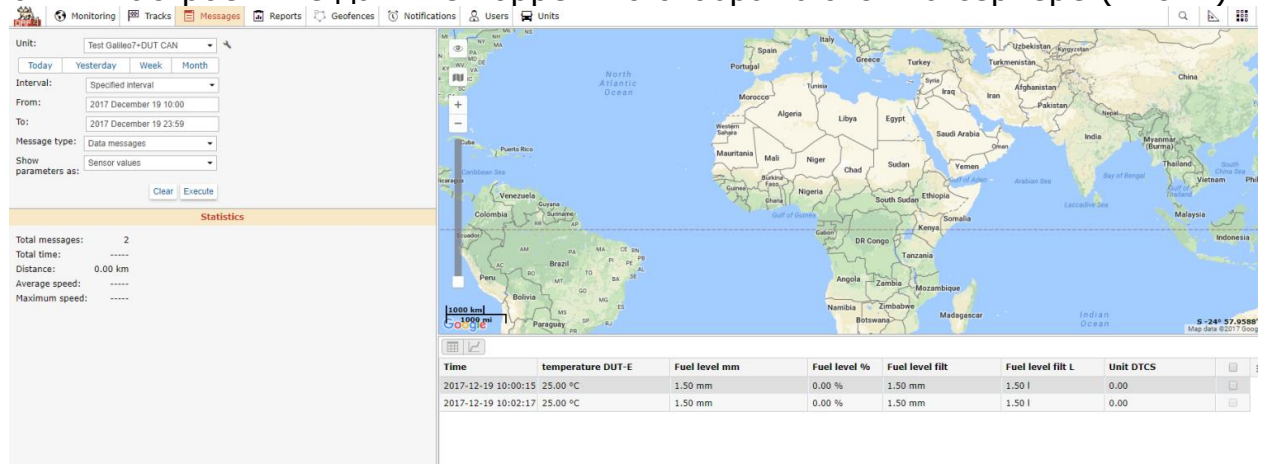

Рисунок 7
6.1. Настроенные данные корректно отображаются на сервере (Рис. 7):